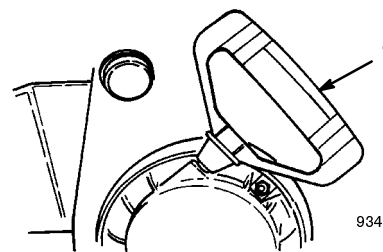

Figure 18
- **Lanceur** (Fig. 18)—Tirez la poignée pour faire démarrer le moteur.
6. Prenez la poignée du lanceur (Fig. 18) et tirez-la lentement jusqu'à ce que vous sentiez une résistance, puis tirez vigoureusement pour lancer le moteur.